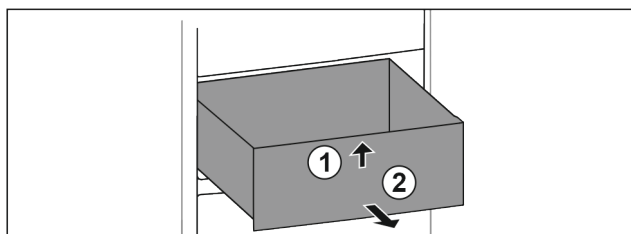

Fig. 70
- ▶ Ridicați sertarul în față. Fig. 70 (1)
- ▶ Extrageți sertarul spre înainte. Fig. 70 (2)